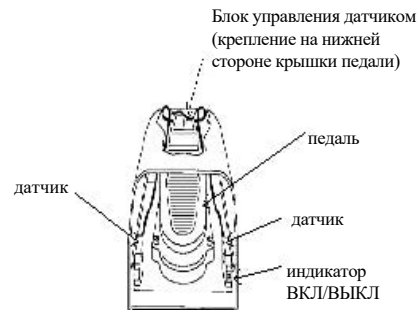

Рисунок 2: Датчики крепятся СБОКУ КРЫШКИ педали лазера.
3. Установите педаль для лазера на легко доступной рабочей поверхности (Рис. 2 & 3).
4. Установите под крышкой педали (Рис. 2), Передающий датчик и Приёмный датчик на противоположных сторонах педали. Не установите датчики по сторонам педали. БЕЗ УДАЛЕНИЯ ЗАЩИТНОГО ПОКРЫТИЯ НА ЛЕНТЕ, переместите их так, чтобы красный свет включился
3. Collocare l'interruttore a pedale del laser su una superficie di lavoro accessibile (Figure 2 & 3).